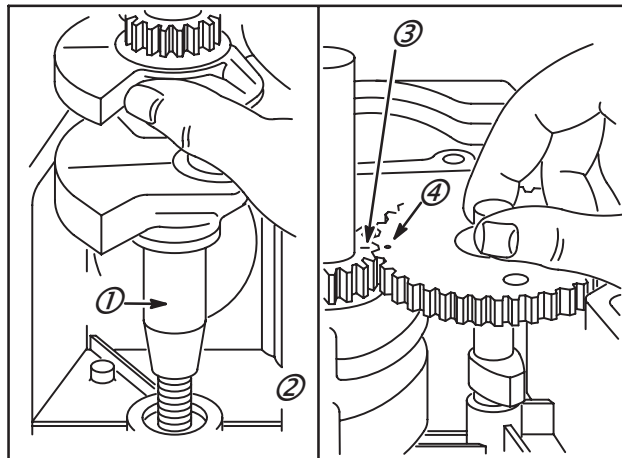

Fig. 13
- Appliquer de l'huile sur le tourillon de vilebrequin (1).
- Placer le vilebrequin par rapport au côté volant magnétique du moteur (2) à l'aide des protecteurs de joints **Réf. : 19356** (Plus disponible). Voir TABLEAU NO. 4, page 26, Spécifications, concernant le code couleur approprié des protecteurs de joints. (A défaut, utiliser une vieille microfiche)
- Tourner le vilebrequin jusqu'à ce que les repères de calage (3) soient vers le côté carburateur du cylindre. Placer l'arbre à cames (4) repères alignés, Fig. 13.
NOTE : Plusieurs Modèles possèdent un pignon de distribution démontable. Installer le chanfrein vers la masse. Ainsi le repère est visible, Fig. 13.